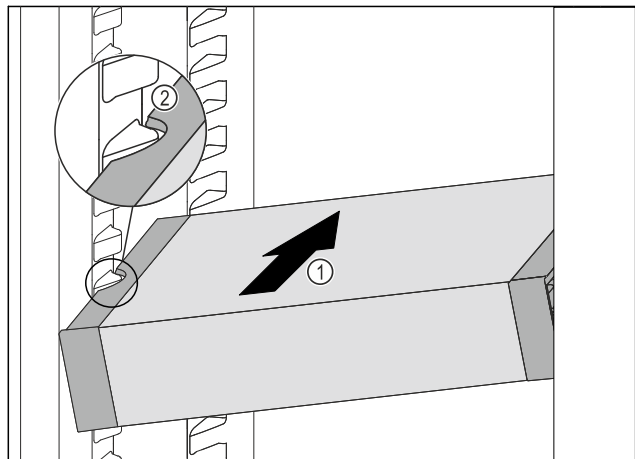

Fig. 87
- ▶ Вкарайте VarioSafe под ъгъл в хладилната част Fig. 87 (1), докато страничните прорези Fig. 87 (2) на VarioSafe се намират на височината на реброто на съда в хладилната част.